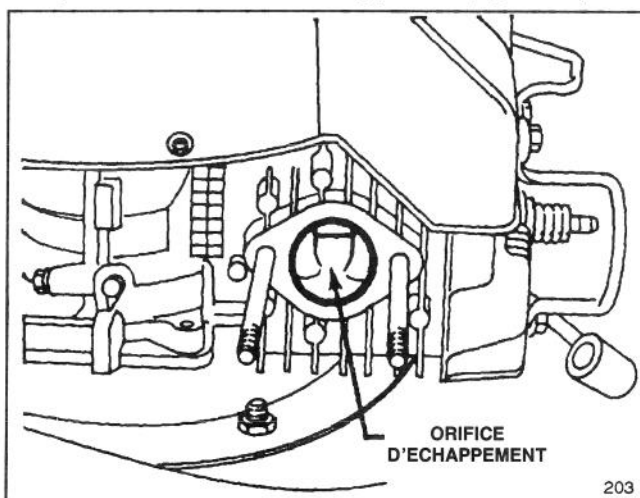

Figure 22
3. Débranchez le fil de la bougie. Tirez lentement le démarreur à cordon de manière à ce que le piston soit par-dessus l'orifice d'échappement (figure 22).
4. Nettoyez le carbone de l'orifice d'échappement (figure 22) avec un grattoir plat en bois dur.